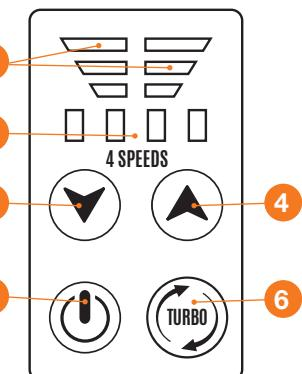

Рис. 5
- Включите воздуходувку. Нажмите кнопку включения ⑤ (Рис. 5) на панели управления, мотор включится и на дисплее отобразиться степень заряда батареи ① для каждой из батарей и текущий режим скорости воздушного потока ②.
- Для изменения скорости воздушного потока, используйте клавиши ③ для уменьшения и ④ для увеличения воздушного потока соответственно. При необходимости, используйте турбо режим. Зажмите клавишу **TURBO** ⑥ на панели для работы на максимальной скорости воздушного потока.
- Для остановки работы воздуходувки, повторно нажмите клавишу включения ⑤. Все индикаторы погаснут.